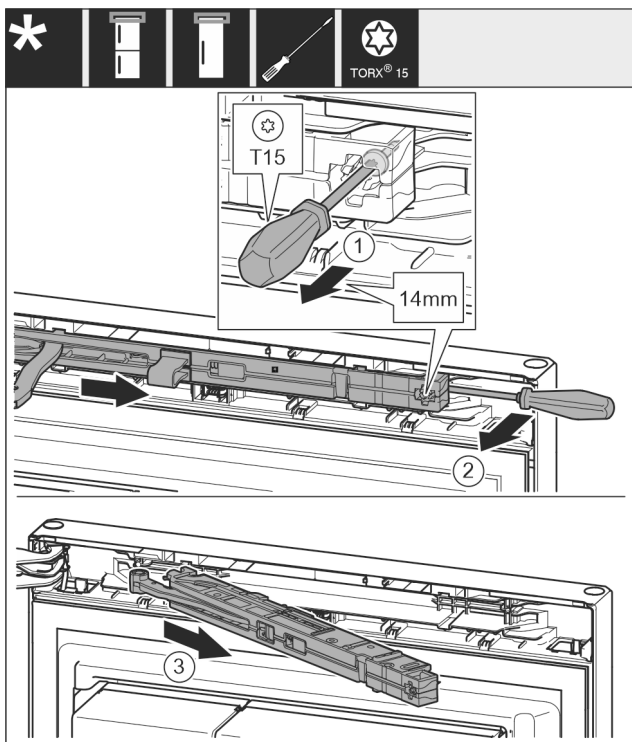

Fig. 10
- ▶ Schroef op de sluitdempeleenheid met schroevendraaier T15 ca. 14 mm losdraaien. Fig. 10 (1)
- ▶ Een schroevendraaier aan de kant van de handgreep achter de sluitdempeleenheid plaatsen en naar voren draaien. Fig. 10 (2)
- ▶ Sluitdempeleenheid eruit trekken. Fig. 10 (3)